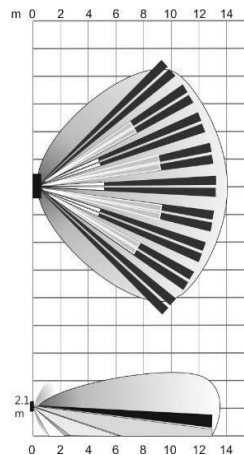

Fig. 2
- Vermeiden Sie die Schaffung von Blindzonen durch Möbel, Regale usw. im geschützten Bereich, in denen sich ein Eindringling bewegen könnte. Erlauben Sie Tieren nicht, auf irgendetwas hinaufzuklettern (Möbel, Leitern usw.) und den empfindlichen Teil der Linse für die Fernerkennung (siehe Abbildung 2) oder die Bereiche in der Nähe des Sensors zu stören.